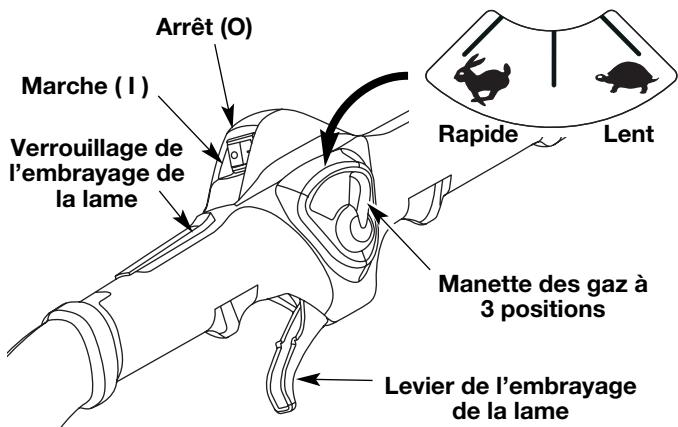
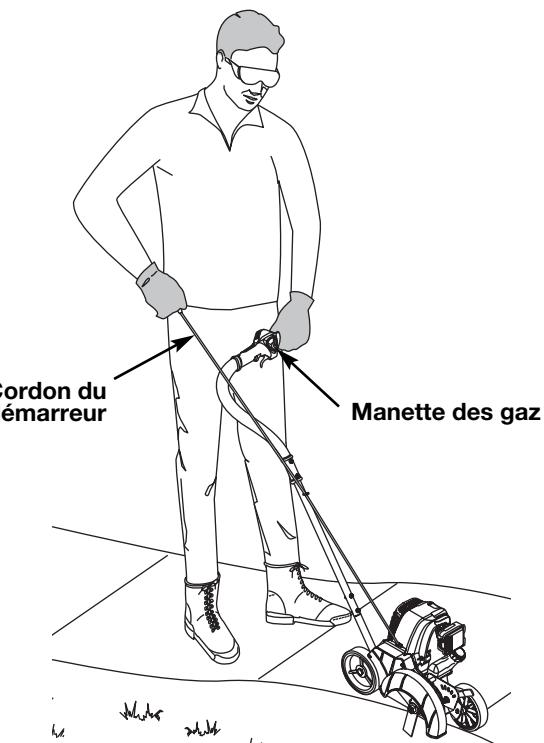

Fig. 8
Fig. 11
- REMARQUE :** Il est inutile de mettre l'appareil en marche. La commande On/Off est sur la position ON (1) en permanence (Fig. 8).
5. Se placer en position de démarrage (Fig. 11). Mettre le levier de la manette des gaz en position Rapide () (Fig. 8) et tirer sur le cordon du démarreur d'un coup sec cinq fois de suite.
2. Appuyer et maintenir la commande Marche/Arrêt enfoncée en position ARRET (O) jusqu'à ce que le moteur soit complètement arrêté (Fig. 8).